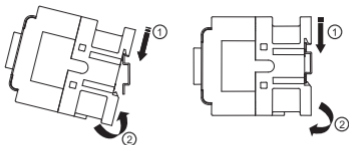
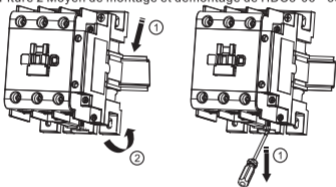

Figure 2 Moyen de montage et démontage de HDC3-06~38
Figure 3 Moyen de montage et démontage de HDC3-40~95
- Il y a deux moyens de monter le contacteur par vis et par rail. HDC3-06 ~ 38 peut être monté par le rail andard de 35mm, alors que HDC3-40 ~ 95 peut être montépar le rail standard de 35mm ou 75mm, avant mise en place il faut vérifier le voltage de consigne de solénoïde et la fréquence correspondant à la source de courant, en cas de contacteur en dommage ou pas bien fixé, toute utilisation est interdite. Le moyen de montage et de démontage, voir la figure 2 et la figure 3.